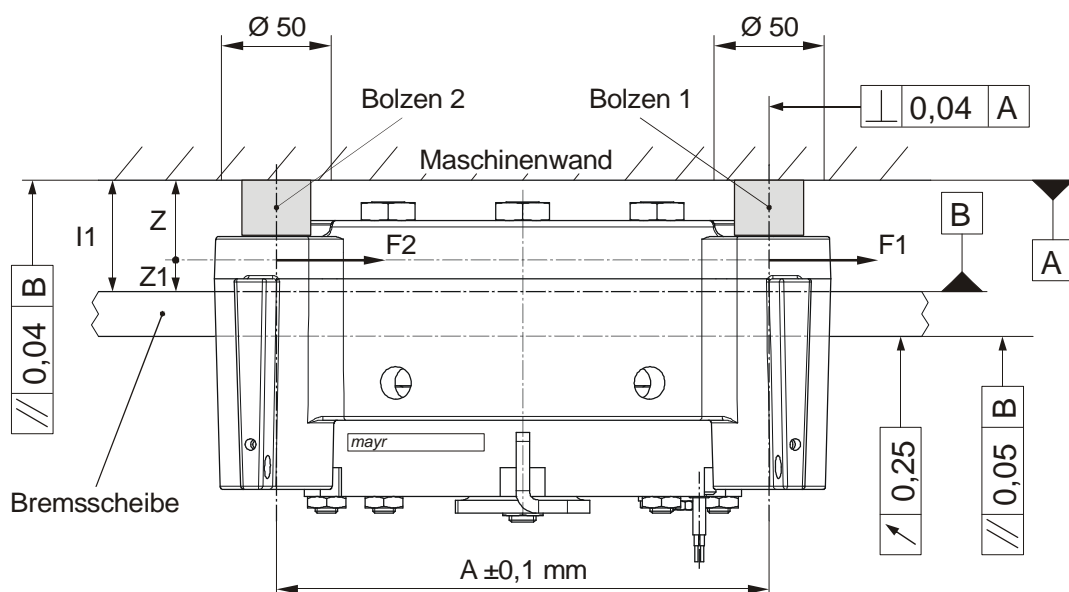

Bild 14
- ❑ Die Anschraubfläche im Bereich Ø 50 mm (Bild 14) muss bei geschraubten Führungsbolzen (Type 894. $\frac{5}{6}$ - - - $\frac{2}{1}$ _) 0,04 mm parallel zur Bremsscheibe sein.
- Die Querkraft greift an der Lagerbuchse 1 (3.1) am Führungsbolzen an. Der Hebelarm, der auf die Führungsbolzen wirkt, ist Z = 11 - Z1 (Bild 14).